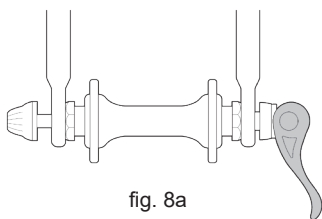

fig. 8a
2. La fourche de direction étant dirigée vers l'avant, insérez la roue entre les bras de fourche pour positionner l'axe fermement en haut des pattes de fourche. Le levier de came, le cas échéant, doit se trouver du côté gauche du cycliste assis sur le vélo (fig. 8a). Si votre vélo est équipé d'un dispositif secondaire de maintien à pince, engagez-le.
3. Avec un mécanisme conventionnel à action de came, tout en tenant le levier de came en position OUVERTE de la main droite (fig. 11b), serrez de la main gauche l'écrou de réglage de tension fermement contre la patte de fourche (fig. 8a). Avec un système à came et ventouse : l'écrou et la ventouse s'enclenchent dans l'encoche des pattes de fourche et aucun réglage ne devrait être nécessaire.